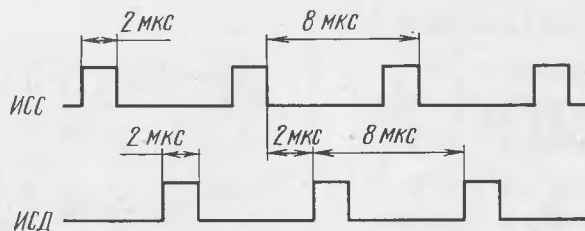

Рис. 8
- DD7, DD8, DD14.4, DD15.1, DD15.2 — формирователь последовательностей импульсов селекции синхробитов ИСС и импульсов селекции битов данных ИСД (выделяет из сигналов считывания информационные биты, также см. рис. 8);
Низким уровнем PC0 на элементе DD13.4 блокируется канал считывания информации с НГМД RD DATA. Логический ноль, поступающий на входы S триггера DD11.1 после инвертирования элементом DD14.1 сигнала блокировки, устанавливает логическую единицу на выводе 5 триггера DD11.1. Через инвертор DD14.3 на входы сброса счетчиков DD7 и DD8 поступает сигнал низкого уровня, что обеспечивает их непрерывную работу. Сигналы, снимаемые с 8 и 9 выводов счетчика DD8, на элементах DD14.4, DD15.1, DD15.2 формируют соответственно последовательности ИСС и ИСД. Импульс ИСД после инвертирования элементом DD14.6 поступает на тактовый вход регистра DD2. При поступлении тактового импульса происходит сдвиг вправо параллельного кода, записанного в регистр, и на выводе 20 появляется очередной бит этого кода. Сигналы записи формируются элементами DD13.1, DD13.2 и DD13.3. В момент действия высокого уровня ИСД на выводе 2 DD13.1 присутствует записываемый бит. Через элементы DD13.1 и DD13.2 бит поступает на вход буферного усилителя DD6, а затем и на линию сигнала записи НГМД (WR DATA). Согласно временной диаграмме, приведенной на рис. 8, сигнал ИСС находится в это время в состоянии логического нуля. Поэтому прохождение сигналов через элемент DD13.3 запрещено. После того, как сигнал ИСД перейдет в состояние логического нуля, прохождение информационного бита на запись через элемент DD13.1 станет невозможно. При активном уровне ИСС через открытые элементы DD13.3, DD13.2 и буфер DD6 на линию WR DATA поступит логическая единица, сформированная на выводе 12 дешифратора DD10. Таким образом, в момент действия ИСД на линию записи НГМД будут поступать информационные биты, а в момент действия ИСС — единичные синхробиты. Подсчет количества записанных бит ведет счетчик DD9. После прохождения восьмого импульса ИСД его выводы перейдут в нулевое состояние, что вызовет установку триггера готовности: на выводе 9 DD12.2 появится логическая единица. Состояние триггера готовности программно опрашивается ДОС по линии PB7. При обнаружении единицы в этом разряде ПЗВМ запишет новый байт в порт А DD1 (адрес F000H), при этом на элементах DD15.4, DD16.4, DD16.1, DD16.2 сформируется сигнал сброса триггера готовности.